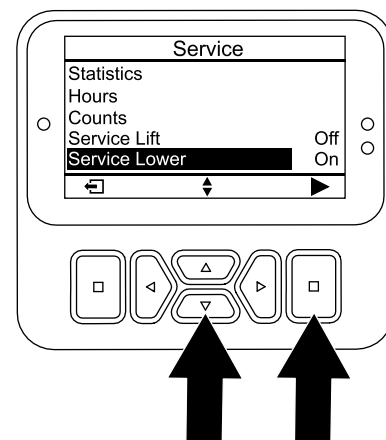

Figure 167
6. Appuyez sur le bouton vers le bas jusqu'à ce que l'option SERVICE LOWER (descente pour entretien) soit sélectionnée, puis appuyez sur le bouton de sélection (Figure 167).